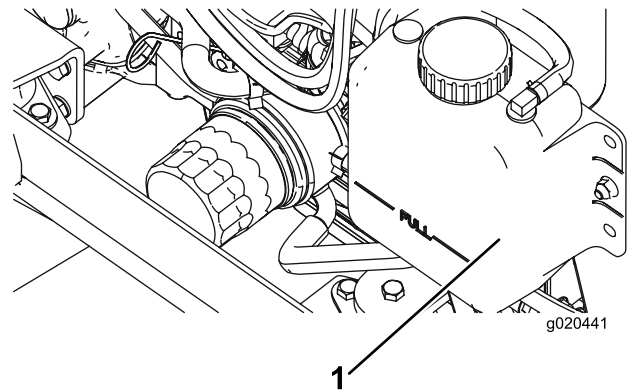

Figura 110
1. Retire cuidadosamente el tapón del radiador y el tapón del depósito de expansión (Figura 110).